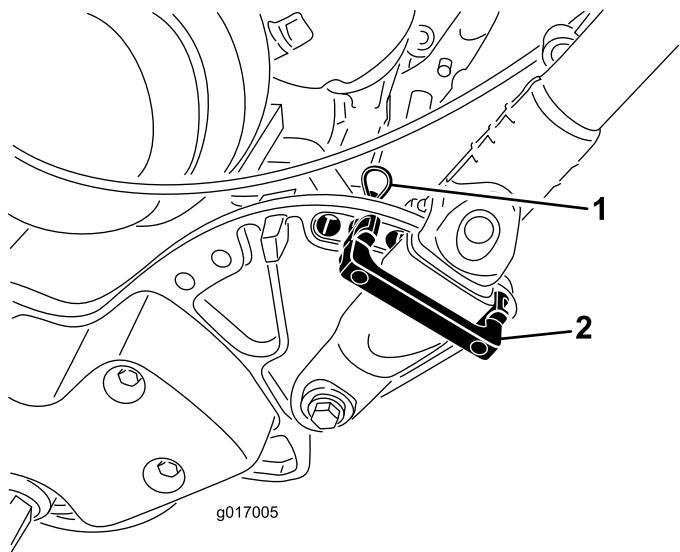

Рисунок 6
- Удерживая ручку, снимите кабельные хомуты, которые крепят зажимы ручки к боковым пластинам (Рисунок 6).
- Поверните ручку в требуемое рабочее положение, вставьте фиксатор ручки выше зажима ручки в ответные отверстия в боковой пластине (Рисунок 6).
- Закрепите зажим с помощью игольчатого шплинта (Рисунок 6).